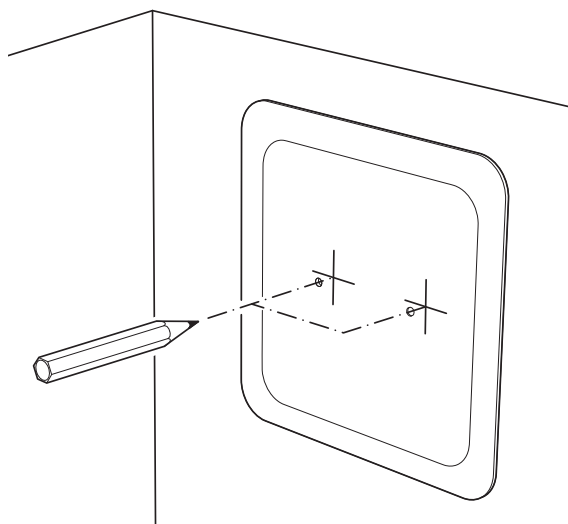

Fig. 16
- ① La plantilla de montaje facilita el marcado de los orificios para fijar el Connect a la pared.
- Marque con un lápiz las dos posiciones para los tornillos de media caña para madera (Fig. 16).